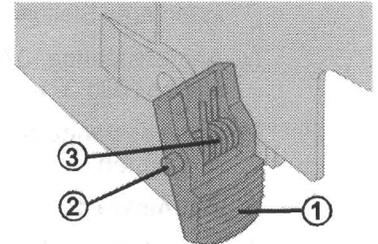

Bild 39 Einbaulage der Druckfeder
- ⇒ Beim Einsetzen des Magazinhalters (39/1) auf Einbaulage der Druckfeder (39/3) achten (Bild 39).